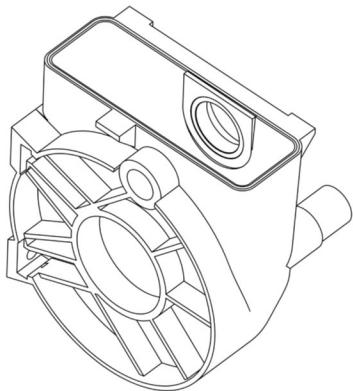

Рис. 4
6. Установите упорную пластину внутрь картера как показано на Рис. 4. Совместите отверстие пластины с отверстием под главный вал и зафиксируйте струбцинами (или аналогичным механизмом).